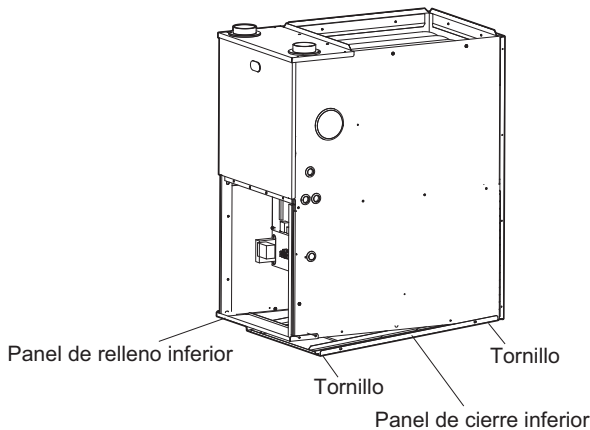

Fig. 6-1 Extracción del panel de cierre inferior
1. Inclíne o eleve el horno y retire el panel de relleno inferior que sujeta el tornillo. (Véase la Fig. 6-1.)